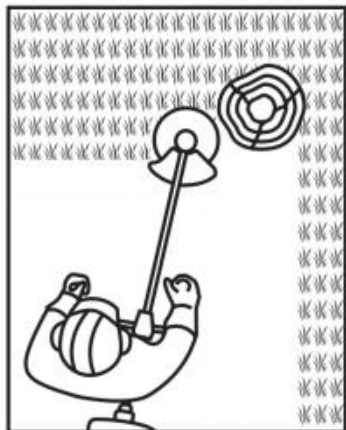

Fig. 48
2. Var särskilt uppmärksam när du utför arbetet nära träd och buskar. Skärhuvudet kan skada känslig bark och skada staketstolpar (bild 48).